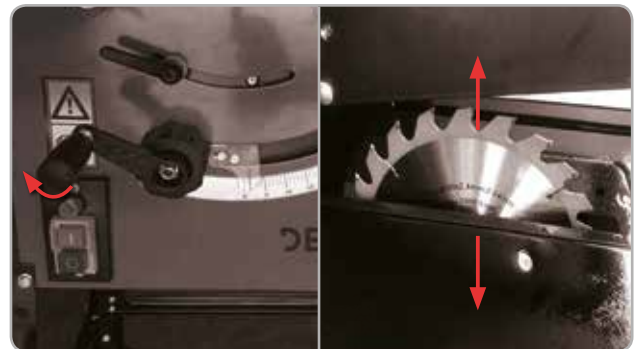

Fig.12
- Rotiți manivela pentru a regla pânza la adâncimea de tăiere dorită. Fig. 12